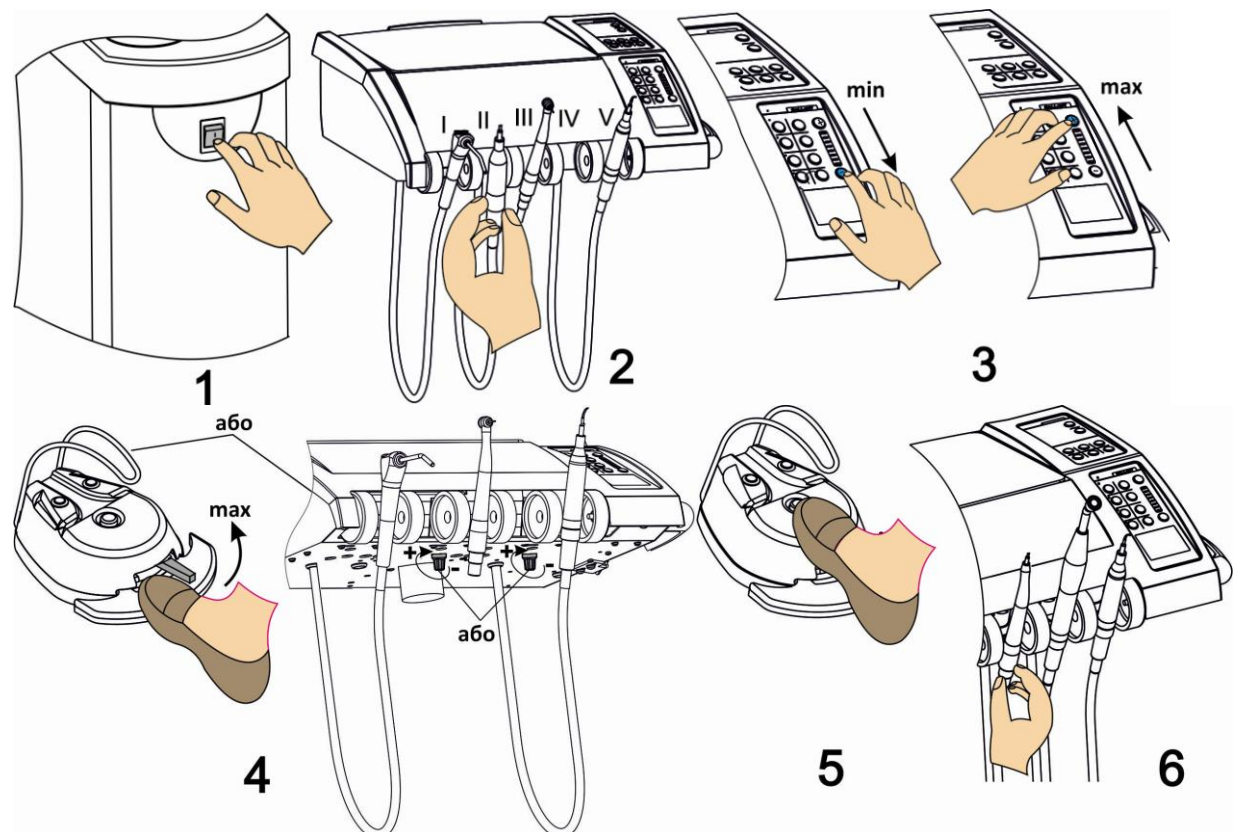

Рисунок 5.3.1.1 Настройка частоты вращения микромотора в нормальном режиме
1. Включите питание стоматологической установки. При этом на блоке врача устанавливается нормальный режим работы (см. Рисунок 5.3.1.1).